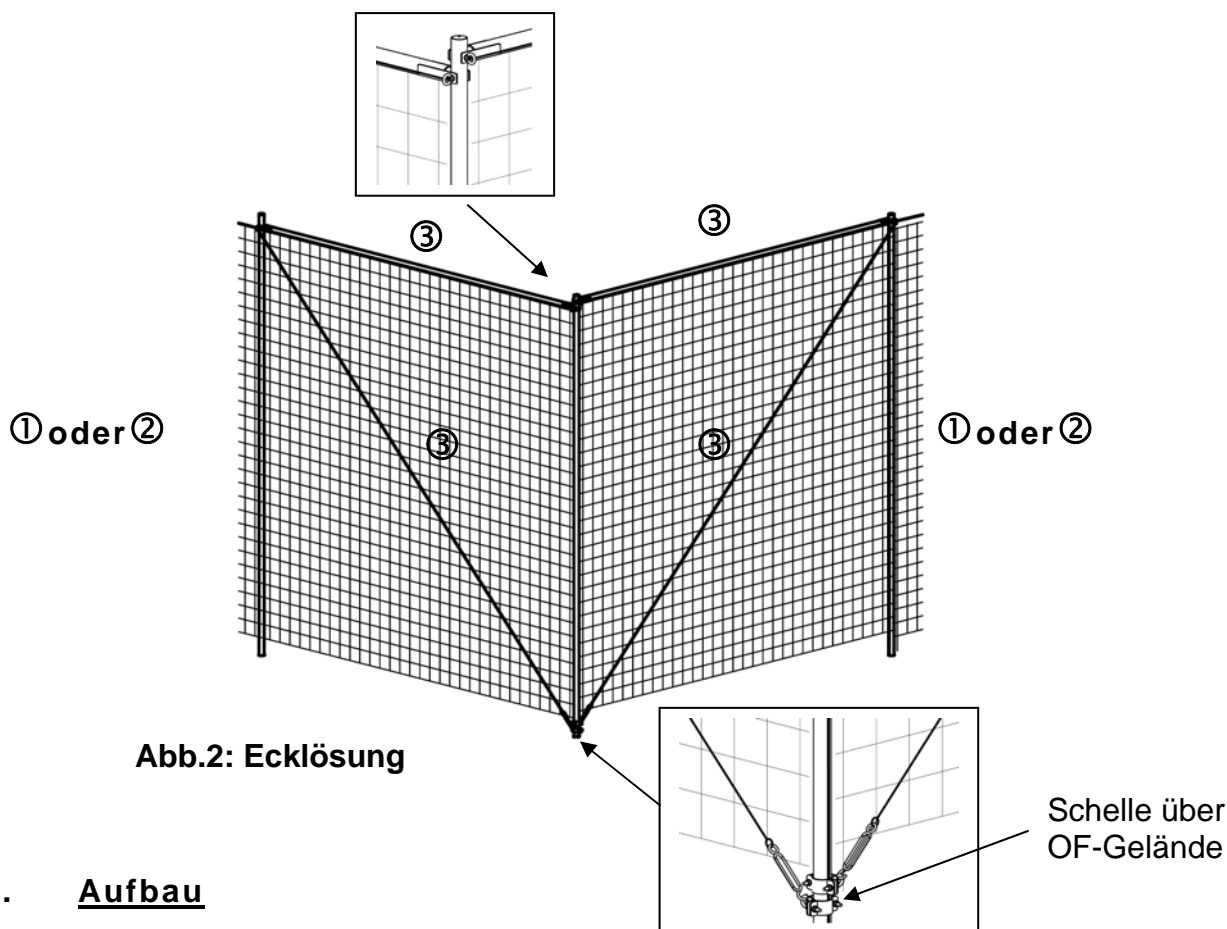

Abb.2: Ecklösung
Sind Ecklösungen erforderlich, sind diese, so wie in Abb.2 dargestellt, auszuführen.
Je ein Endfeld mit Traverse ③ und Spannschloss ③ werden an einer Eckstütze ① oder ② montiert. Eine Traverse ③ wird dabei in einem höher gelegenen Loch montiert (siehe Abb.2).